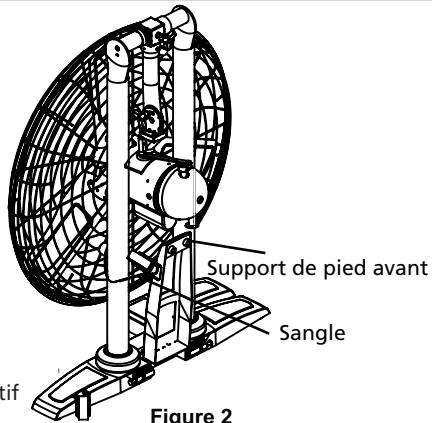

Figure 2
Voir les Figures 2 à 9.
Coupez la sangle qui retient le support de pied avant pendant l'expédition. Voir la Figure 2.
- Repositionnez le support de pied avant sur une surface plane et de niveau. Voir les Figures 2 et 3.